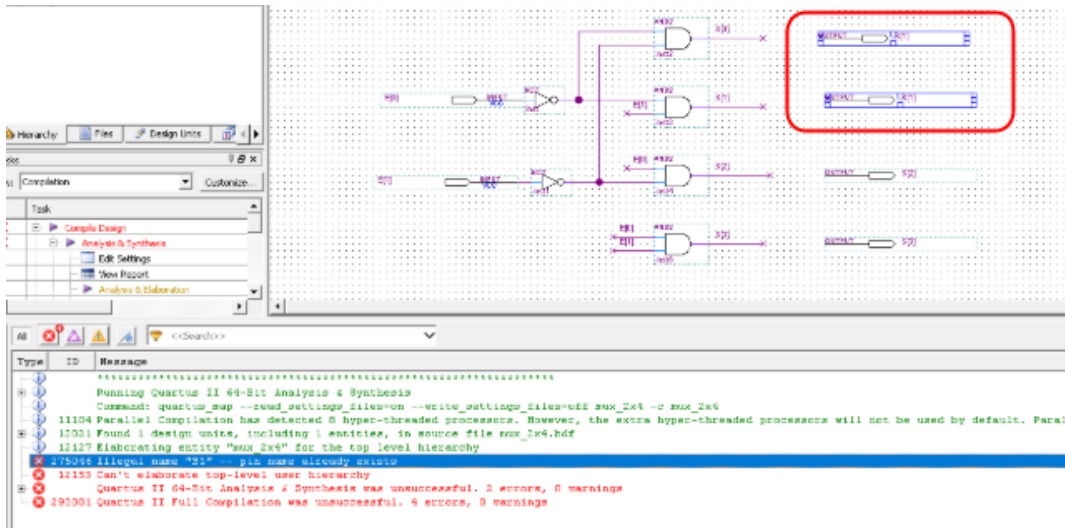

Figura 32: Selecionando primeira mensagem de erro na janela de mensagens
4. Para solucionar o erro, deve-se clicar duas vezes na mensagem de erro que aparece na janela. O ponteiro irá mostrar qual unidade de projeto e qual símbolo (instância) é geradora do problema (Figura 32). No exemplo, a ferramenta mostra 2 pinos de saída que possuem o mesmo nome.